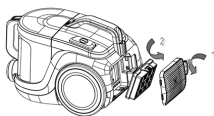

Fig. 4
1. Prin apăsare deschideți grila de ieșire a aerului din partea de spate a aspiratorului și scoateți-o (Fig. 4).